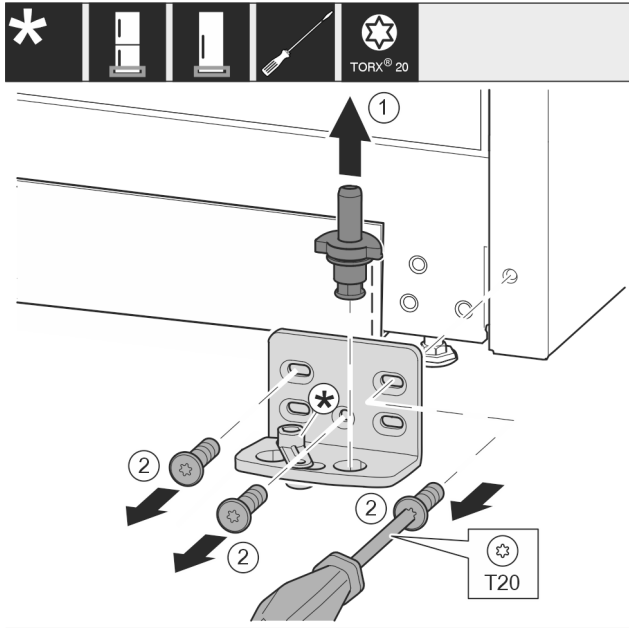

Fig. 15
- ▶ Vedä laakeripultti Fig. 15 (1) kokonaan ylöspäin ulos.
- ▶ Kierrä ruuvit Fig. 15 (2) ulos ruuvimeisselillä ja ota laakerijalusta pois.